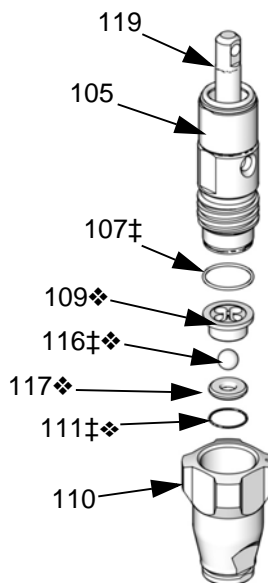

FIG. 11: Gruppo alloggiamento di aspirazione
4. Rimuovere l'involucro di aspirazione (110). Vedere FIG. 11.
5. Pulire o sostituire la guida della sfera (109), la sfera (116), la sede (117) e l'anello di tenuta (111).
6. Installare l'anello di tenuta (111‡), la sede (117), la sfera di aspirazione (116‡) e la guida della valvola (109) all'interno dell'involucro di aspirazione (110).
7. Avvitare l'involucro di aspirazione (110) sul cilindro (105). Serrare a una coppia di 95-108 N•m (70-80 ft-lb).